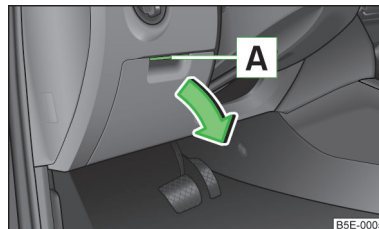

Fig. 58
- Sollevare la maniglia **A** » fig. 58 e aprire lo sportellino nella direzione indicata dalla freccia.